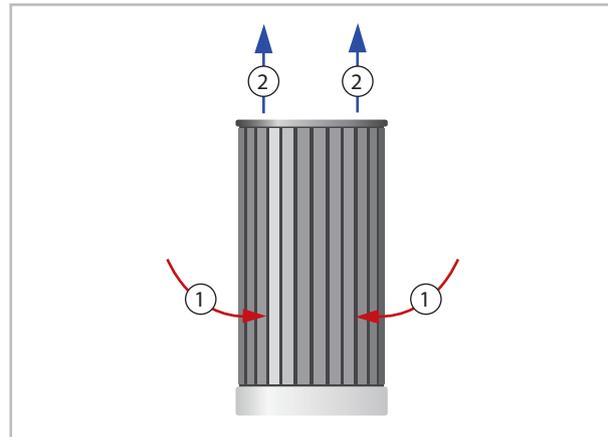

Abb. 24: Luftansaug und Luftausblas beim Außenmodul
- Der Luftansaug erfolgt im unteren Bereich im Lamellenwärmetauscher. Der Luftausblas erfolgt senkrecht nach oben (Abb. 24).